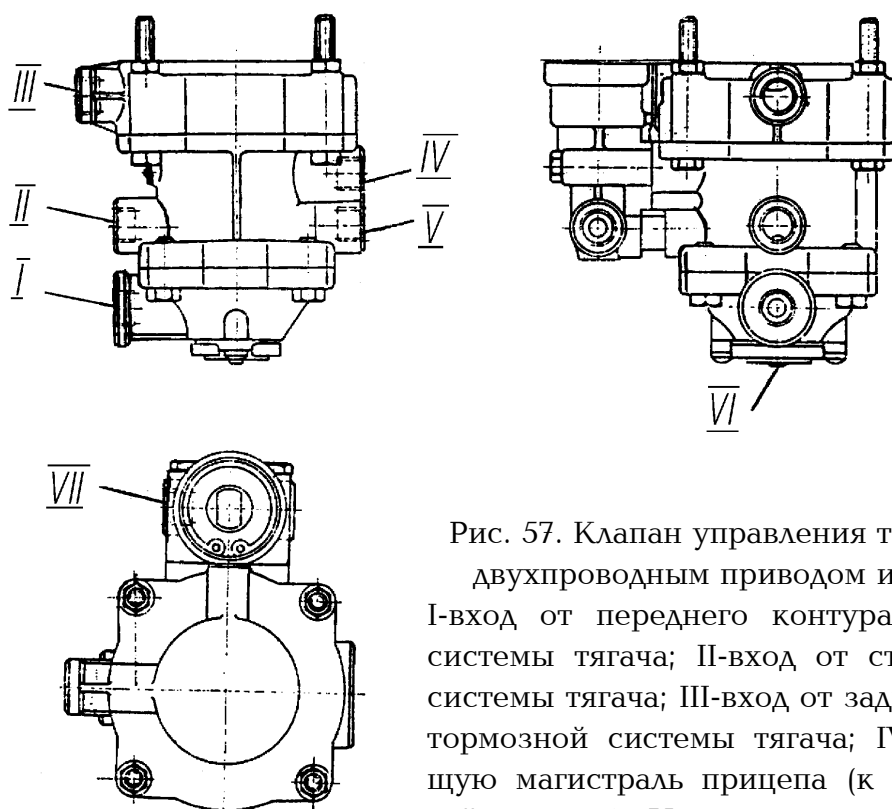

Рис. 57. Клапан управления тормозами прицепа с двухпроводным приводом и клапаном обрыва:
**Клапан управления тормозами прицепа с двухпроводным приводом и клапаном обрыва** (рис. 57) предназначен для управления двухпроводным приводом тормозов прицепа. В случае повреждения или обрыва управляющей магистрали прицепа обеспечивает падение давления в питающей магистрали, что приводит к автоматическому торможению прицепа.